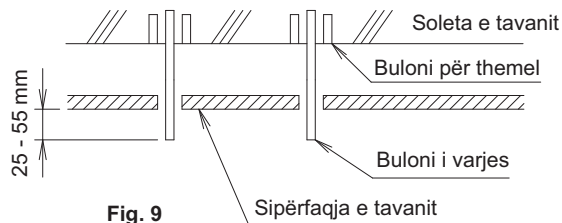

Fig. 9
(6) Montoni bulonat e varjes.
- Përcaktoni që më parë gjatësinë e bulonit të varjes nga tavan. (Shihni fig. 9)
- Pjesët që tregohen në fig. 9 sigurohen në terren.